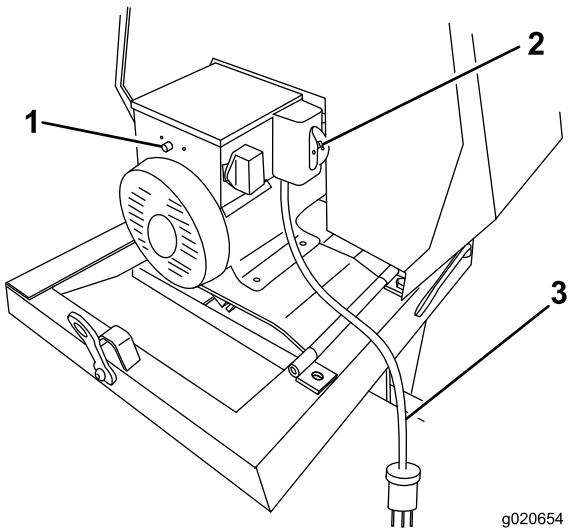

Figura 24
- Desconecte la clavija eléctrica de la máquina de la fuente eléctrica (Figura 24).
- En el lado de la caja de empalmes del motor, pulse el botón de reinicio por el protector contra sobrecargas térmicas (Figura 24).